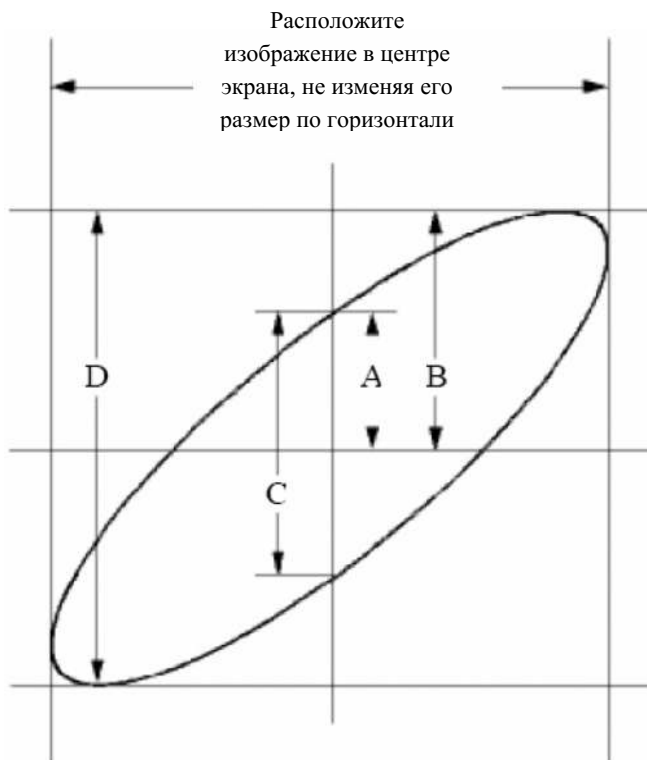

Рисунок 7-6 Фигура Лиссажу
- (1) Установите ослабление 10X переключателем на пробнике и в меню канала CH1 осциллографа (см. параграф "Установка коэффициента ослабления пробника").
- (2) Подключите с помощью пробников вход четырехполосника к каналу CH1, а выход четырехполосника к каналу CH2.
- (3) Нажмите кнопку **Autoset** и получите на экране осциллограммы сигналов обоих каналов.
- (4) С помощью регулятора **VOLTS/DIV** добейтесь приблизительно равной амплитуды этих сигналов.
- (5) Нажмите кнопку **Display** для вызова меню **Display**.
- (6) С помощью кнопки **H3** установите **ON** для **XY Mode**. Осциллограф отобразит эти сигналы в виде фигуры Лиссажу.
- (7) С помощью регуляторов **VOLTS/DIV** и **VERTICAL POSITION** получите оптимальное отображение формы сигнала.
- (8) Используя метод эллипса, вычислите разность фаз между сигналами двух каналов (см. рис. 7-6).